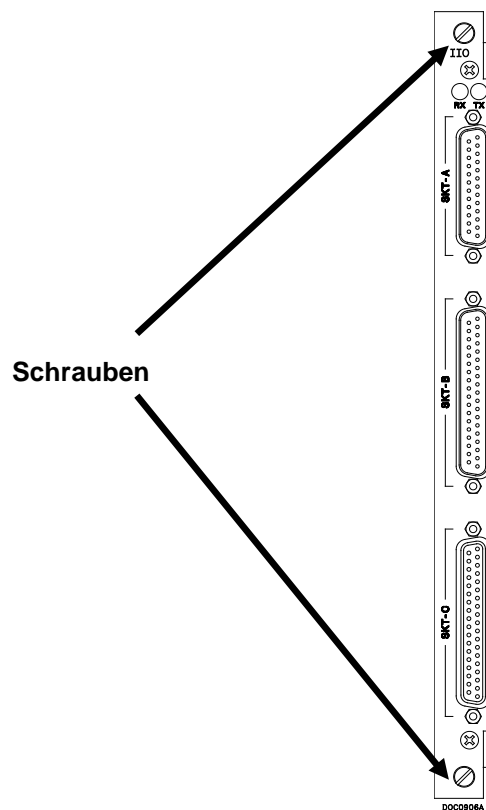

Abbildung 2-11. Schrauben am E/A-Modul
1. Lösen und entfernen Sie die kleinen Kreuzschlitzschrauben am E/A-Modul (siehe *Abbildung 2-11*).